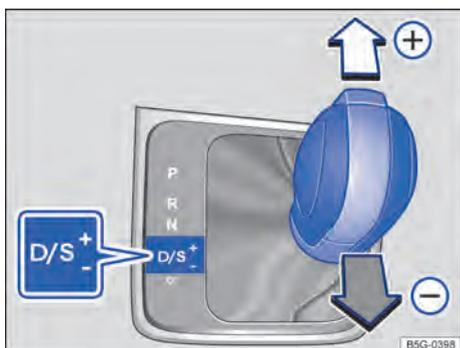

Fig. 127 Alavanca seletora na posição Tiptronic.
- Mover a alavanca seletora para frente ou para trás para aumentar ou diminuir a marcha \Rightarrow Fig. 127.